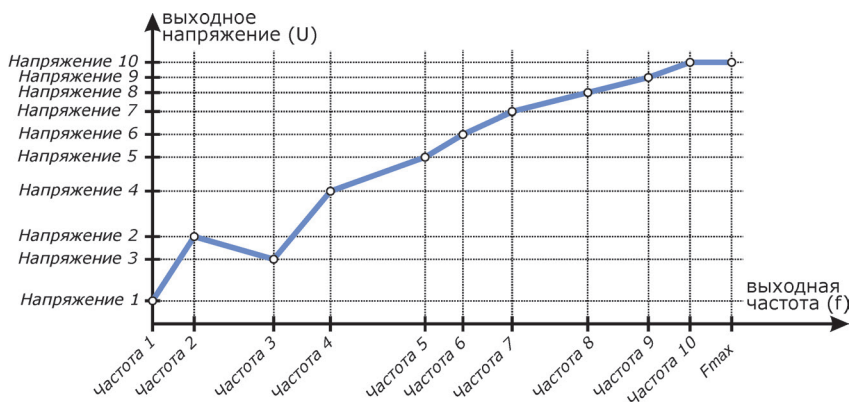

Рисунок 4.5 – Пример пользовательской характеристики U/f
- кривая пользователя - произвольная зависимость напряжения от частоты, задаваемая пользователем по 10 точкам (см. рисунок 4.5).
п. 3.1.3.4 Хар-ка пользователя – настройка пользовательской характеристики U/f . Характеристика задается пользователем по 10 точкам (см. рисунок 4.5). Для каждой точки могут быть произвольно настроены значение частоты и напряжения при этой частоте. Для точки 0 установлена фиксированная частота 0 Гц.